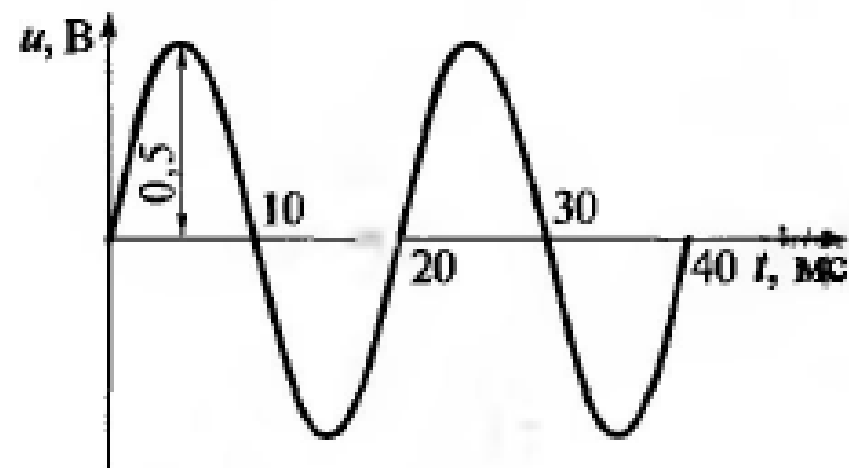

Рис. 6.14. Синусоидальный сигнал с заданными параметрами к задаче 6.29
**6.29.** Определить, какие органы управления в какое положение необходимо установить для получения на выходе прибора ГЗ-102 сигнала, показанного на рис. 6.14.